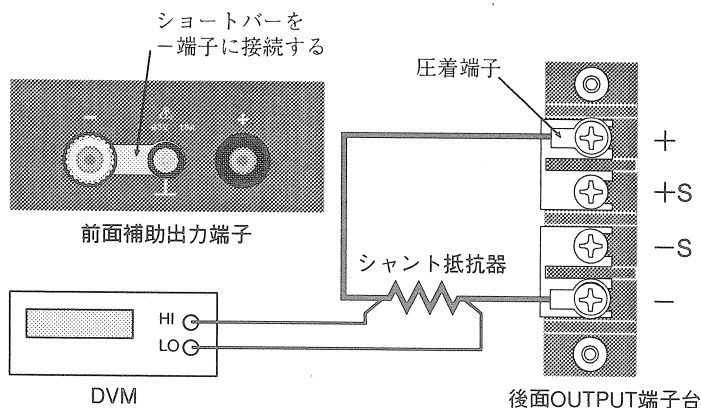

図 5-3A 電流系の校正の接続
- ① OUTPUT スイッチを OFF にします。
- ② POWER スイッチを OFF にします。
- ③ 図 5-3A のようにシャント抵抗器と DVM を接続します。